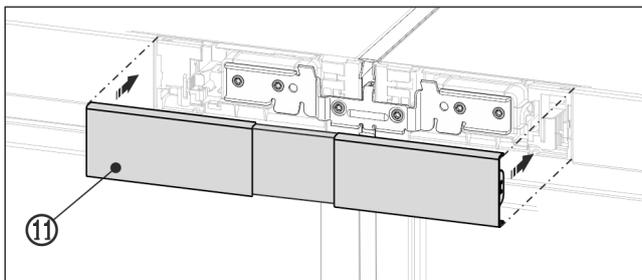

Fig. 27 Beispielhafte Darstellung
- ▶ Obere Abdeckung Fig. 27 (11) auf den noch offenen Zwischenraum der beiden Bedienteilblenden aufrasten. Darauf achten, dass die Aussenseiten der Abdeckung bündig mit den Bedienteilblenden abschließen.